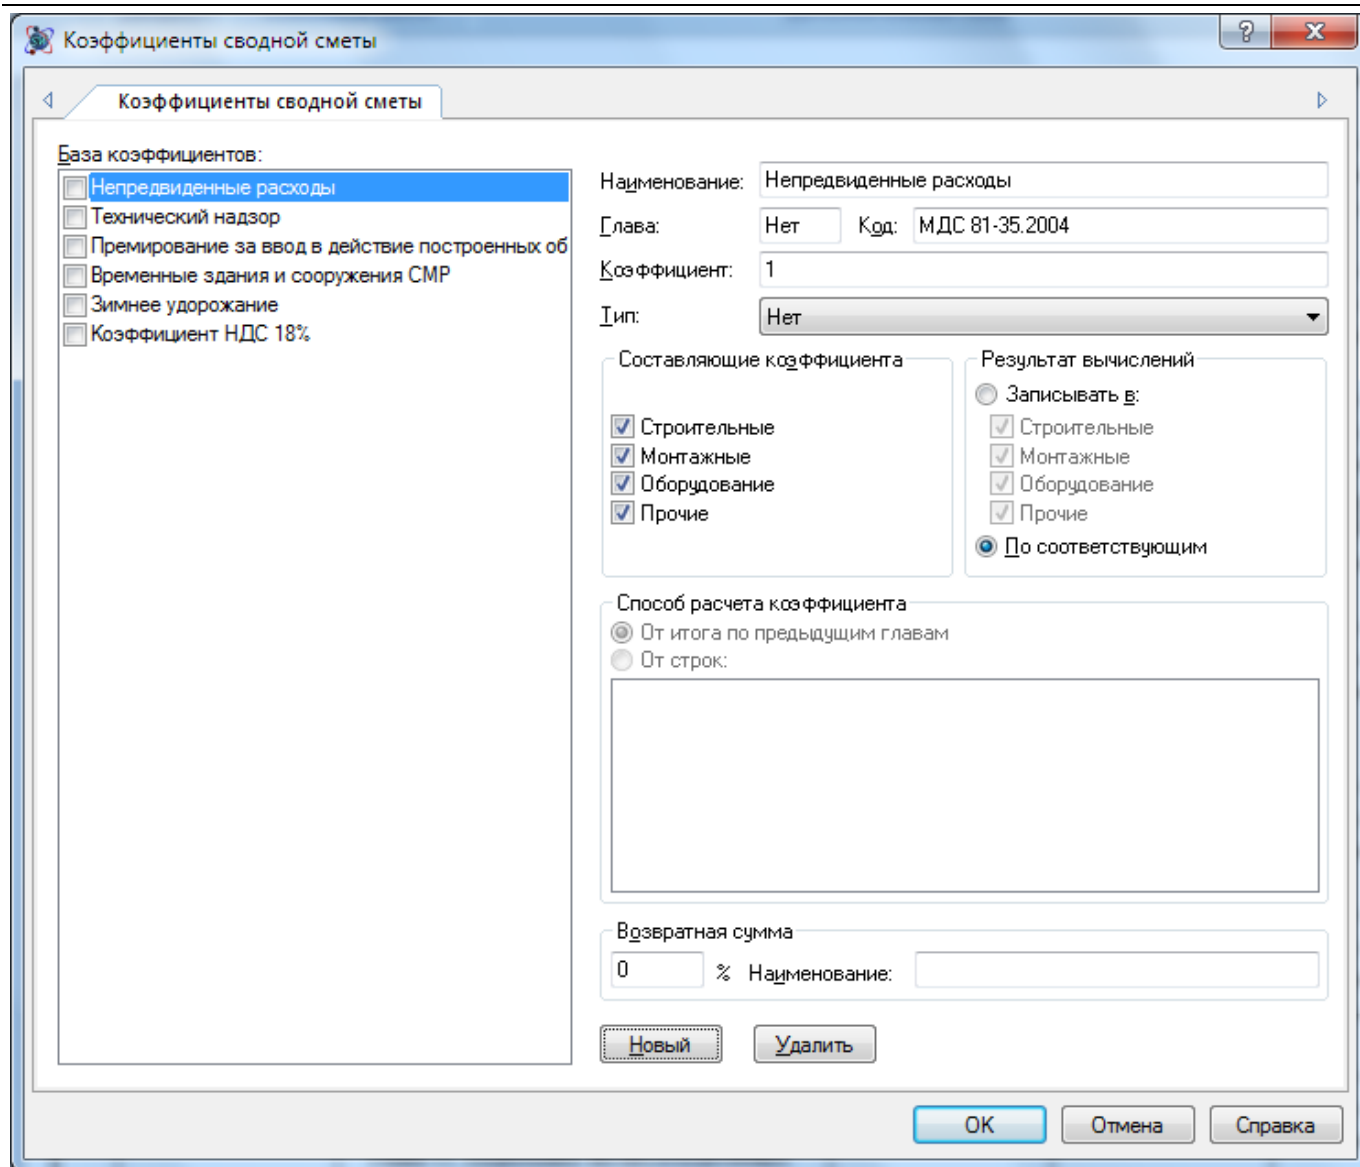

Рис. 4.81 Диалоговое окно Коэффициентов сводной сметы
2. В диалоговом окне *Коэффициенты сводной сметы* (рис. 4.81) на правой панели нажать на кнопку **Новый**;